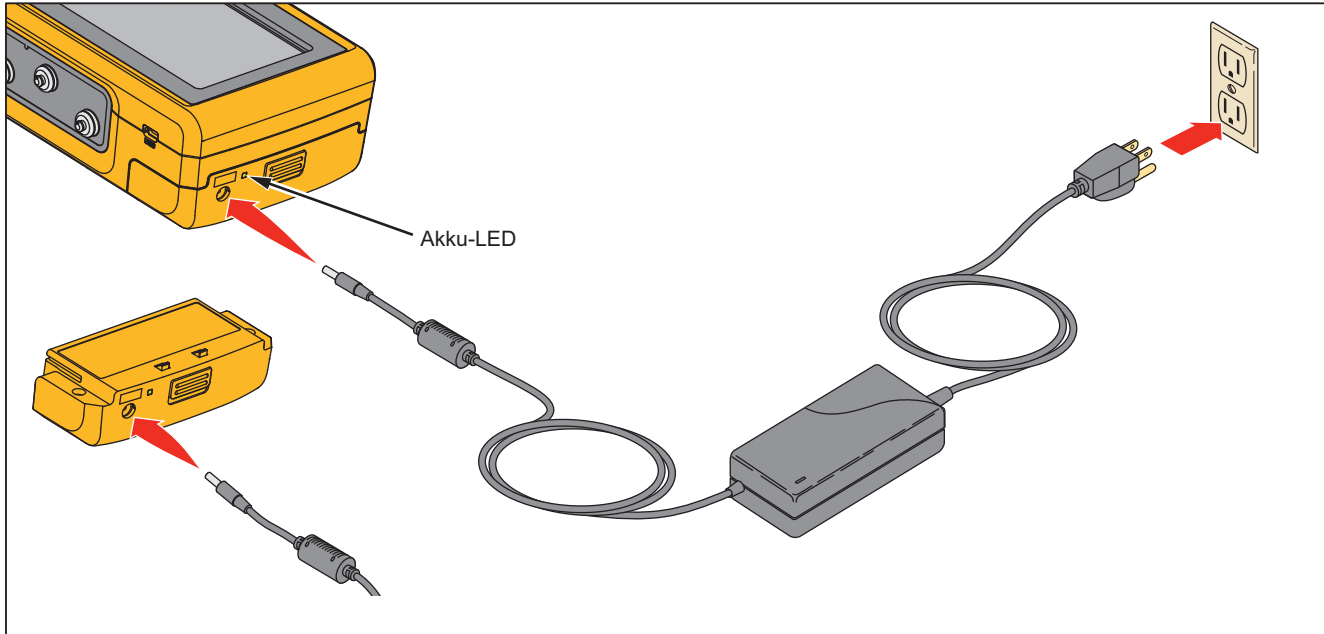

Abbildung 4. Externer Akkuladeanschluss
1. Schließen Sie das AC/DC-Netzteil wie in Abbildung 4 gezeigt an den Netzanschluss des Akkus an.